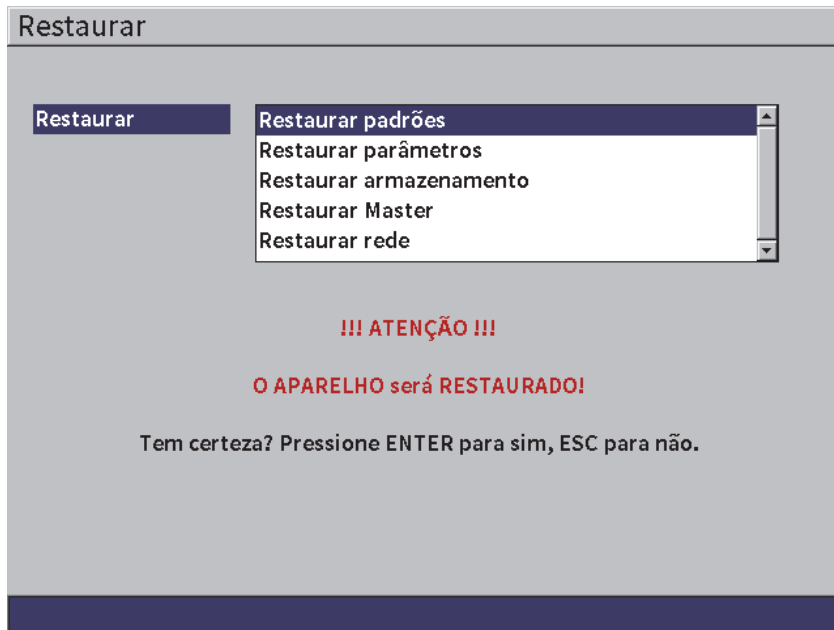

Figura 5-13 Restaurar página de configuração
Esta página é usada para restaurar certos parâmetros do sistema às condições de fábrica (veja Figura 5-13 na página 75). Um aviso é exibido para notificar que os dados associados à seleção serão redefinidos (apagados).
- ◆ Selecione o ícone **Restaurar** () para abrir a página de configuração **Restaurar** (veja Figura 5-13 na página 75).